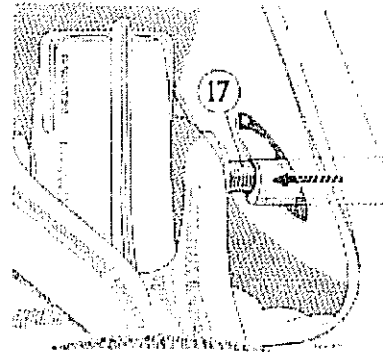

Fig. 265
- 7) Sacar la tuerca del eje de articulación del brazo superior de suspensión (17, Fig. 265).